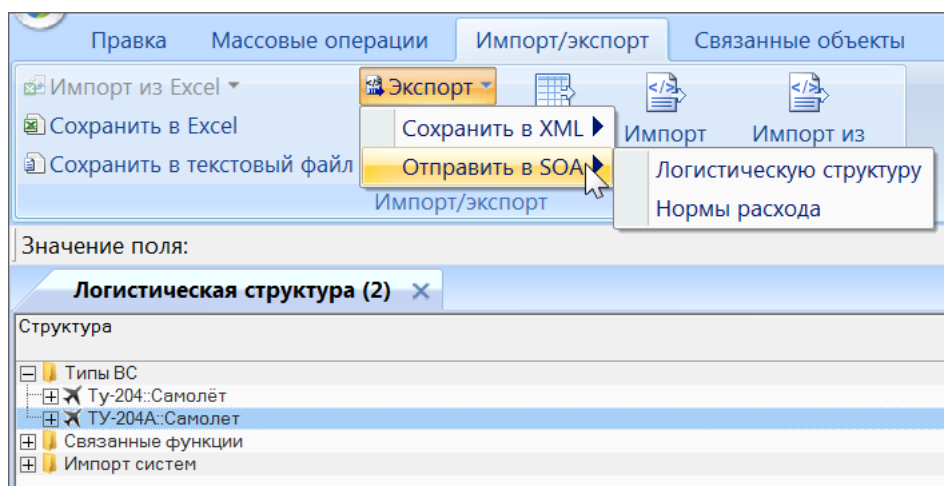

Рис. 14-66 – Экспорт данных в сервисную шину предприятия
- 3) Выбрать объект (ВС или папку) для экспорта (рис. 14-66).